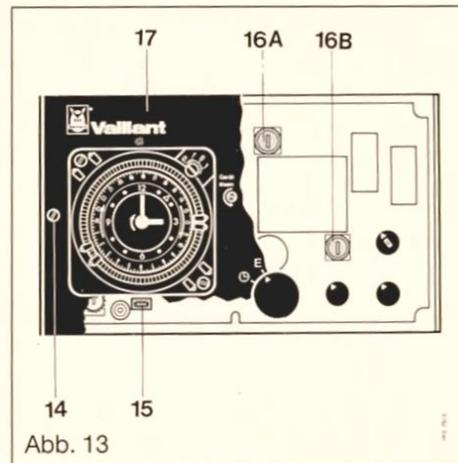

Abb. 13
- Schrauben (14) lösen, Blende (17) am Kompaktregler ausrasten und abnehmen (Abb. 13).
- Die Steckbrücke (15) von der Schaltplatine des Kompaktreglers abziehen.
- Beim Wiedereinsetzen der Blende (17) zuerst die Oberseite einrasten. Beim Einrasten der Unterseite Bedienungsknöpfe in die Blendenbohrungen einrasten.